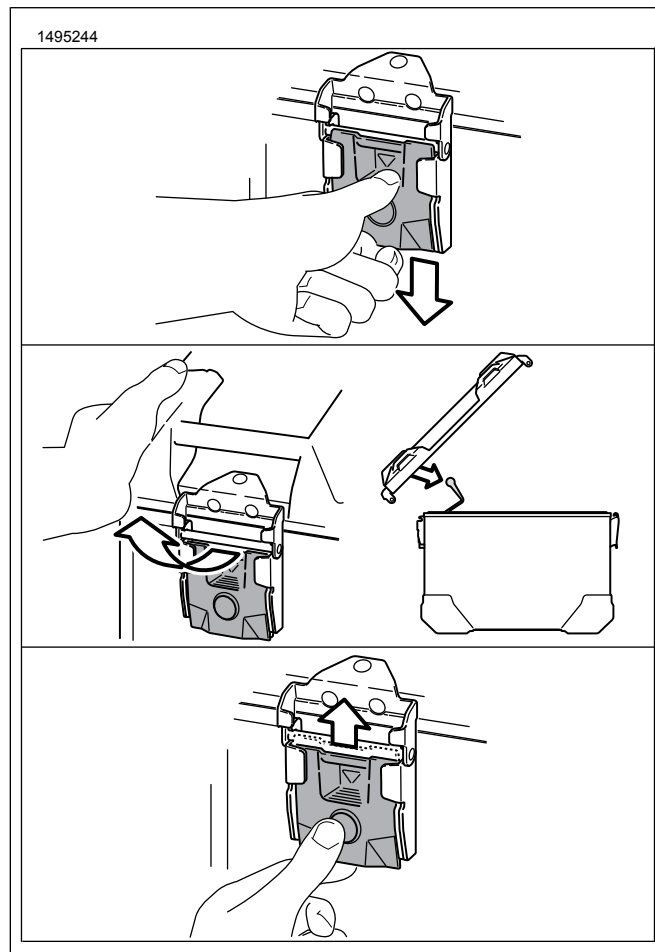

Figure 5. Retrait du couvercle
1. Figure 5 Appuyer sur la fixation à déblocage rapide vers le bas jusqu'à ce qu'il s'enclenche et que le bouton sorte.